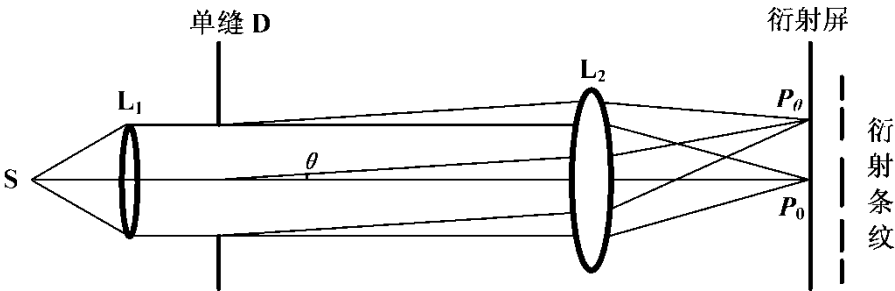

图 1 单缝夫琅和费衍射光路图
单缝夫琅和费衍射如图 1 所示。光源 S 置于透镜 L₁ 的焦面上，出射后变成平行光
在实验中，如果我们采用激光作为光源，则不用图 1 中的透镜 L_1 和 L_2 也可获得夫琅和费衍射图样。(1) 因激光束的发射角很小 ($d \approx 1 \text{ m} \cdot \text{rad}$)，单缝的宽度 a 也很小，所以用激光束直接照射狭缝，可认为是平行光入射，可撤去透镜 L_1 。(2) 只要接收屏（白屏）与狭缝的距离满足 $a^2 / 8Z\lambda \ll 1$ ，即可撤去透镜 L_2 ，直接在屏上观察到夫琅和费衍射条纹。下面导出这一条件：